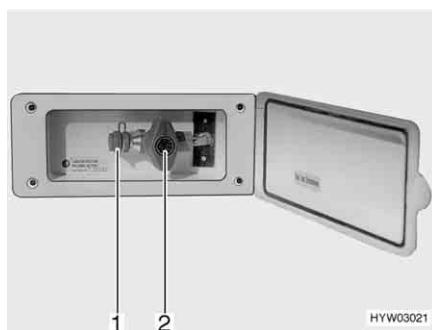

Fig. 57 Presa gas esterna, rubinetto di arresto del gas chiuso
La presa gas esterna si trova (Fig. 57) sul lato anteriore destro vicino al vano portabombole.
- Collegare l'apparecchio a gas esterno all'attacco (Fig. 57,1).
- Aprire il rubinetto di arresto del gas (Fig. 57,2).